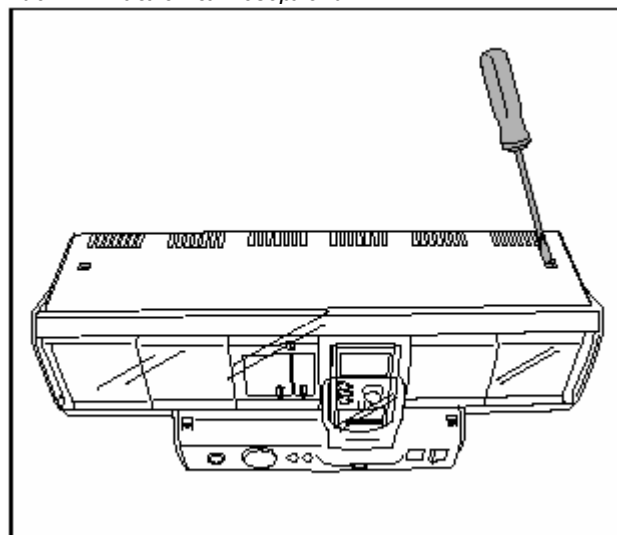
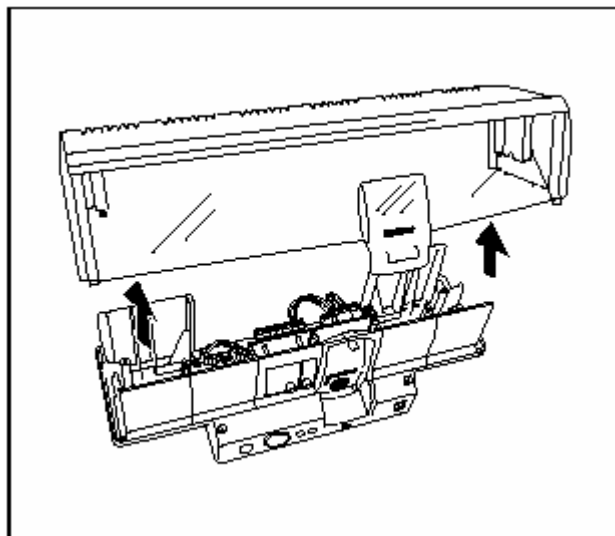

Рис. 2 Крышка прибора регулирования, отвинтить шурупы
Рис. 9 Открыть крышку прибора
- Отвинтить и снять крышку прибора управления (рис. 2).
- Открыть крышку прибора (рис. 2 и рис. 9).